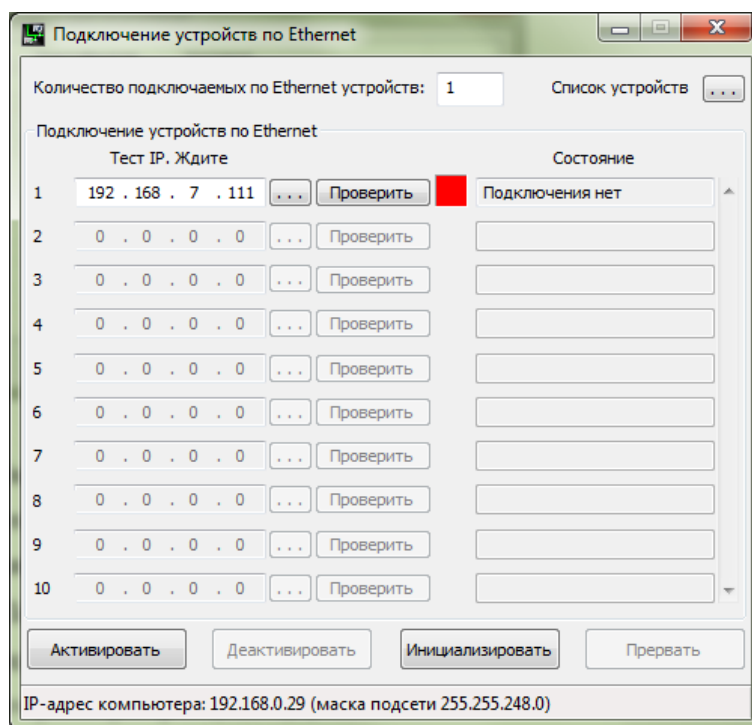

Рис. 2.5 Программа «Подключение устройств по Ethernet»
7. Из списка доступных устройств следует выделить необходимое устройство и нажать кнопку «Выбрать». В результате в соответствующем поле программы «Подключение устройств по Ethernet» отобразится IP-адрес данного регистратора и состояние его подключения (Рис. 2.5).